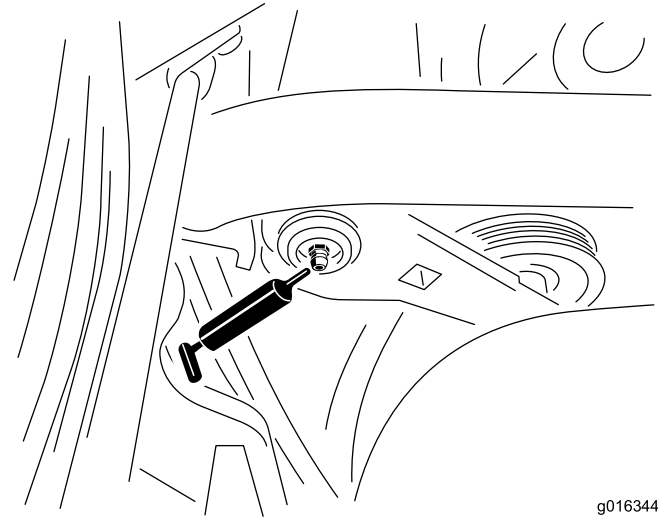

Figura 24
1. Limpe o copo de lubrificação para impedir a infiltração de resíduos nas bielas e buchas (Figura 24).